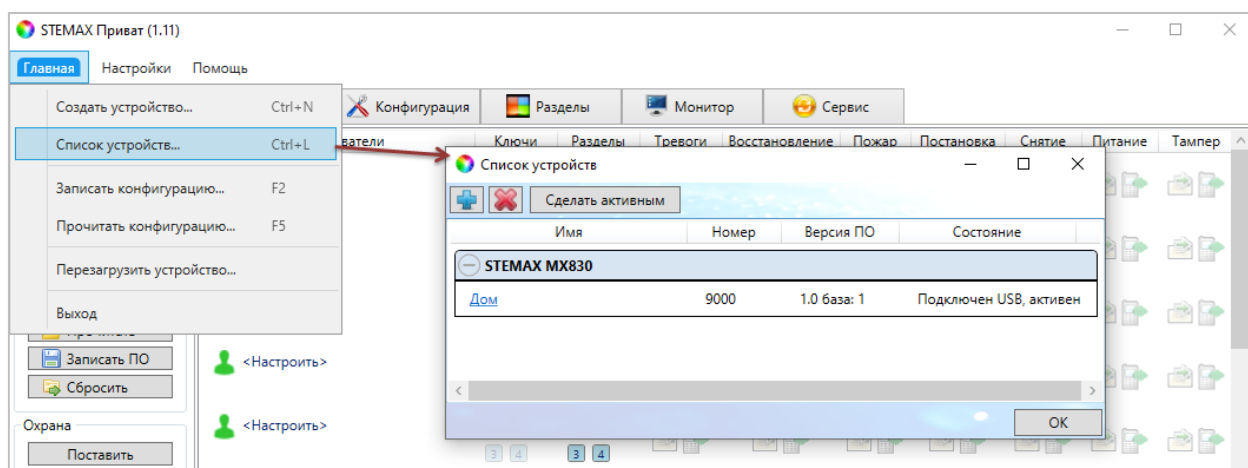

Рисунок 7.12 — Окно *Список устройств*
2. В открывшемся окне *Список устройств* выделите строку необходимого контроллера и нажмите кнопку *Сделать активным* (см. рисунок 7.12).